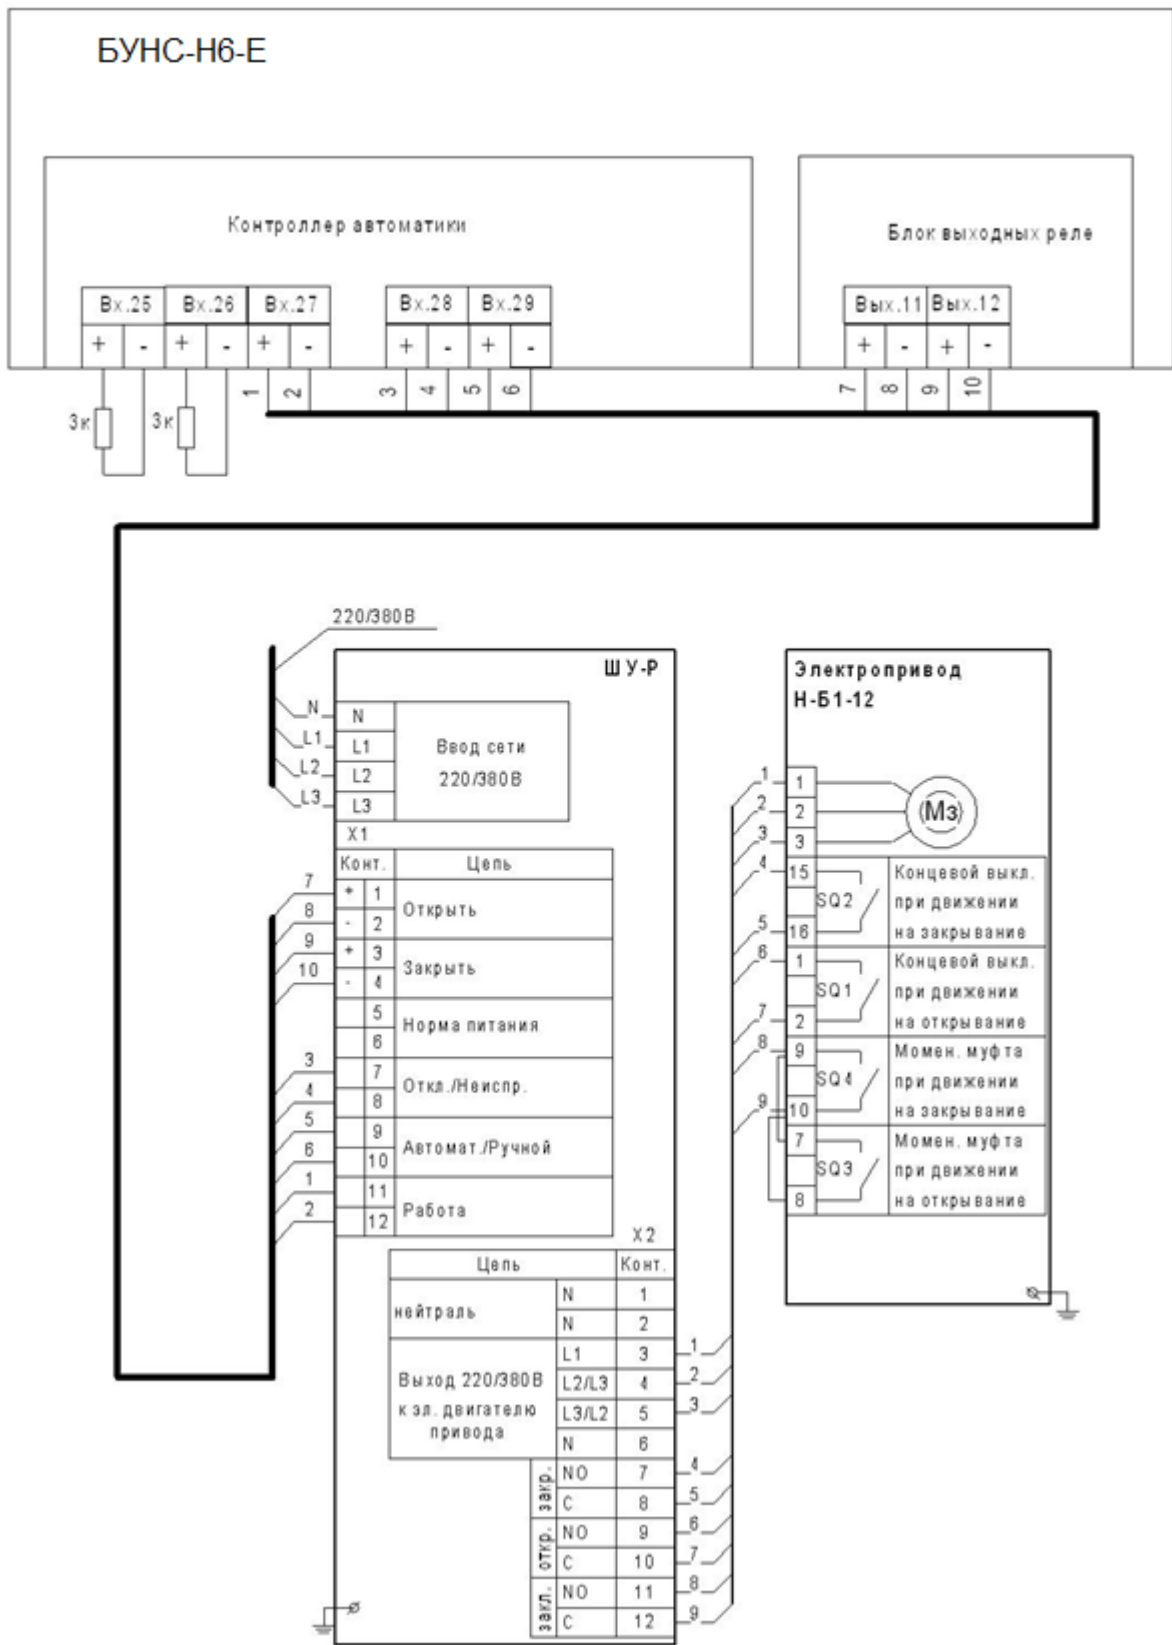

Рисунок 5.11
- рисунок 5.11 – задвижки на напорном патрубке РПН – привод 6.